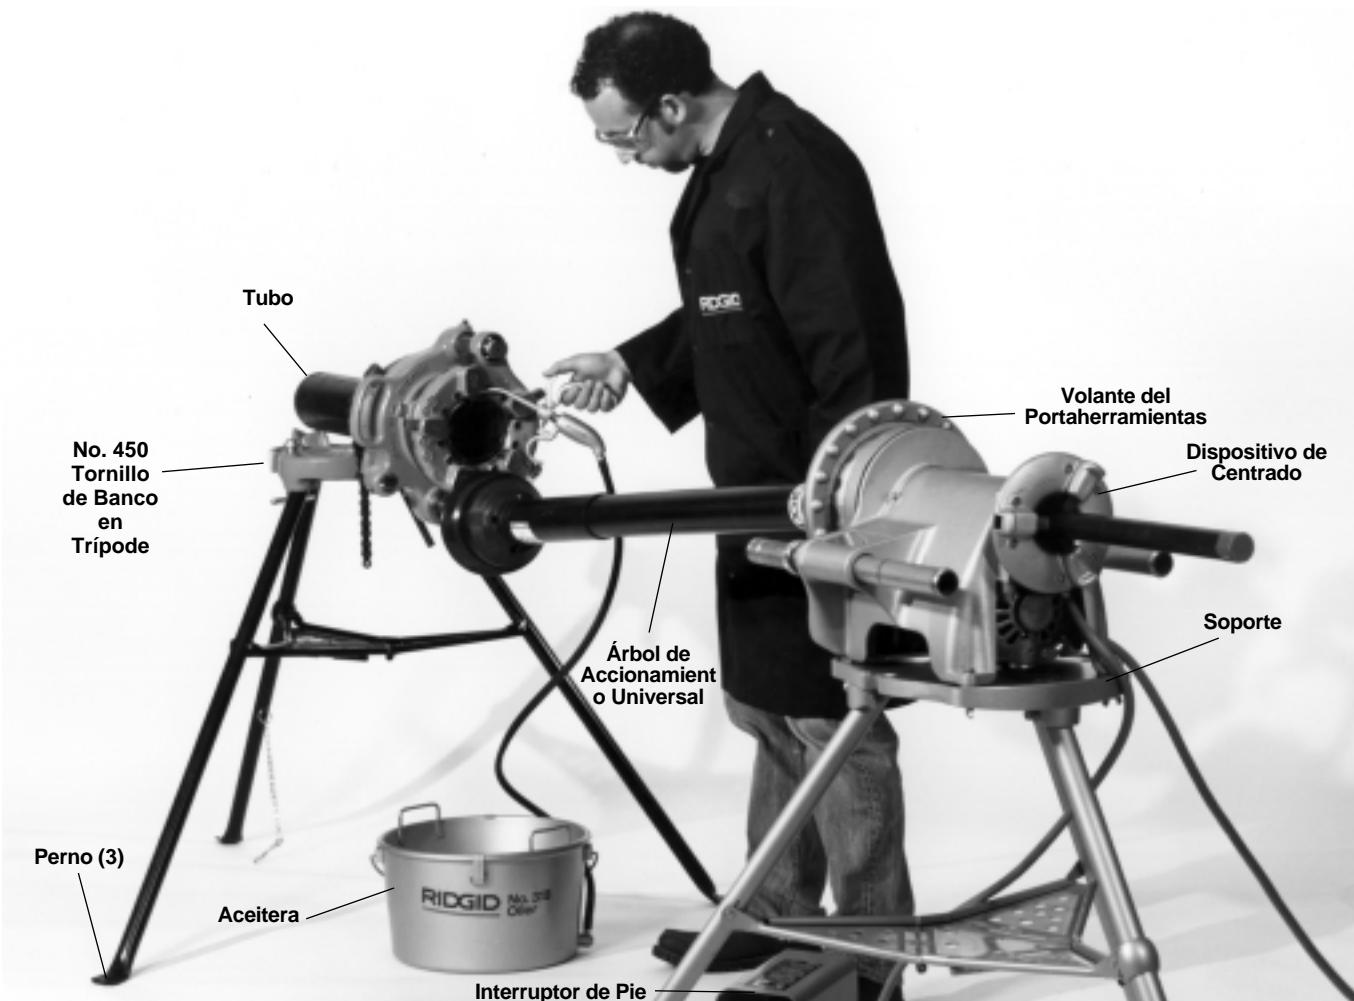

Figura 19 – El Roscado con las Roscadoras a Engranajes No. 141 y 161 Usando el Árbol de Accionamiento Universal No. 840A
3. Afloje los dos tornillos de fijación y desmonte el árbol de accionamiento universal de la roscadora (*Figura 19*).